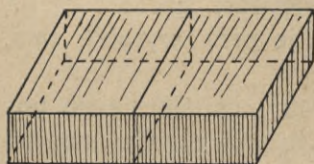

Fig. 96.
1. **Spojenie proste sklezione** (Fig. 96.) Deski dobrze ostrugane stykają się na bokach, prostopadle stojących do powierzchni kawałków. Pod klejem, zaciśnięte na strugnicy, trzymają się deski dobrze, o ile nie mają wytrzymywać zbyt dużego obciążenia, zwłaszcza bez podparcia.